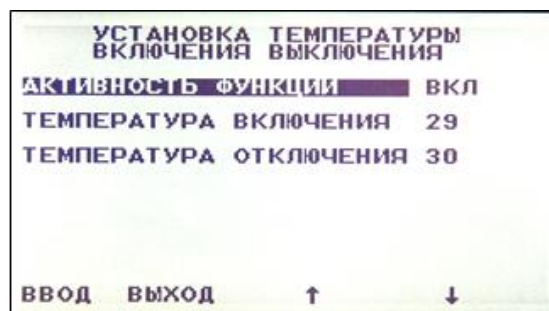

рис. 6
6.6.3.3. далее в окне настроек (рис. 6)